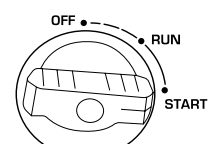

Fig. 2
- 11 Pour démarrer des modèles KS 2100iG S, KS 3100iG S: tournez l'interrupteur multifonction en position START (fig. 2). Tirez sur la poignée du démarreur jusqu'à ce que vous sentiez une légère résistance, puis tirez-la relativement brusquement. Laissez la poignée de démarrage à la main rentrer lentement, ne la relâchez pas. Tournez l'interrupteur multifonction en position RUN (fig. 2).